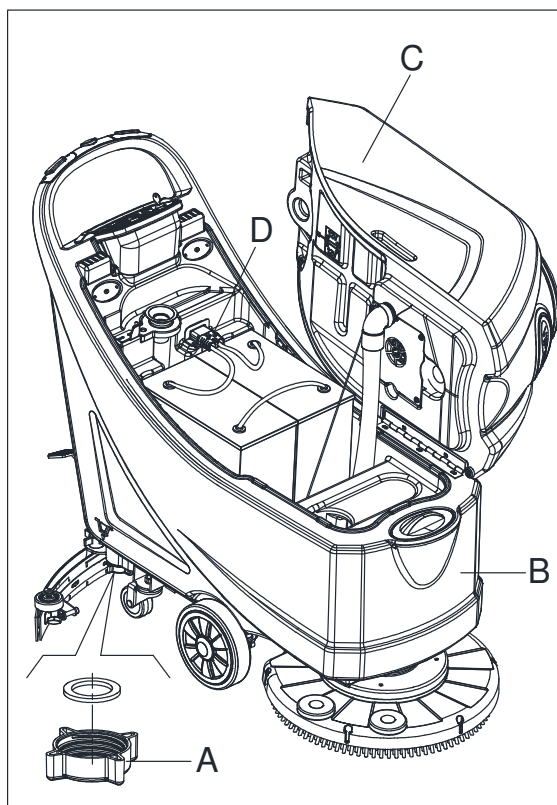

Figure 13
- Vider le réservoir de solution avec le tuyau (A, Fig. 13). Après avoir travaillé, rincer le réservoir avec de l'eau propre.
- Vider les réservoirs (B et C, Fig. 13), comme indiqué dans le paragraphe précédent.